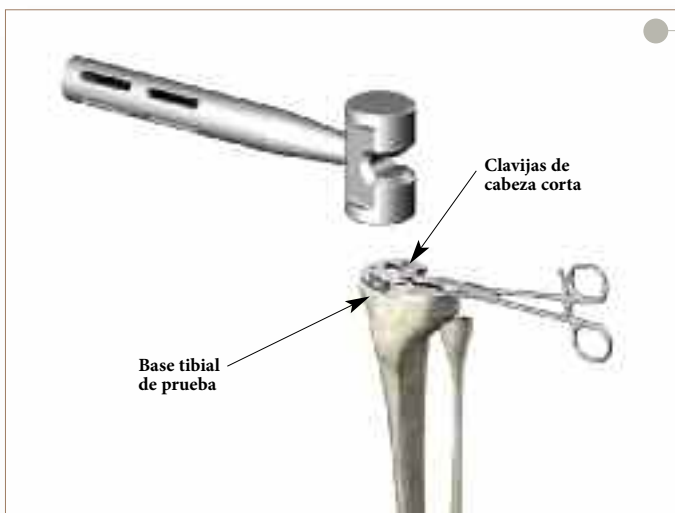

Figura 65
- Fije la base a la meseta tibial, al colocar dos clavijas cortas de fijación con cabeza a través de un orificio medial y lateral en la base (**Figura 65**). La selección del orificio de la clavija no es fundamental; sin embargo, si se utilizan los orificios anteriores y las clavijas están totalmente fijadas, se puede volver a montar la pieza de inserción de apoyo tibial de prueba en la base, para cualquier reducción de prueba posterior.